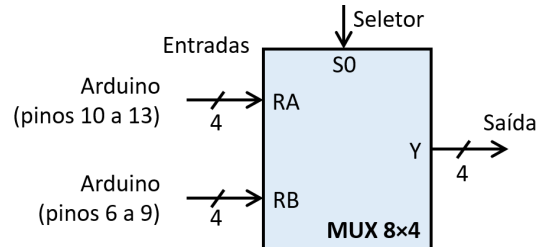
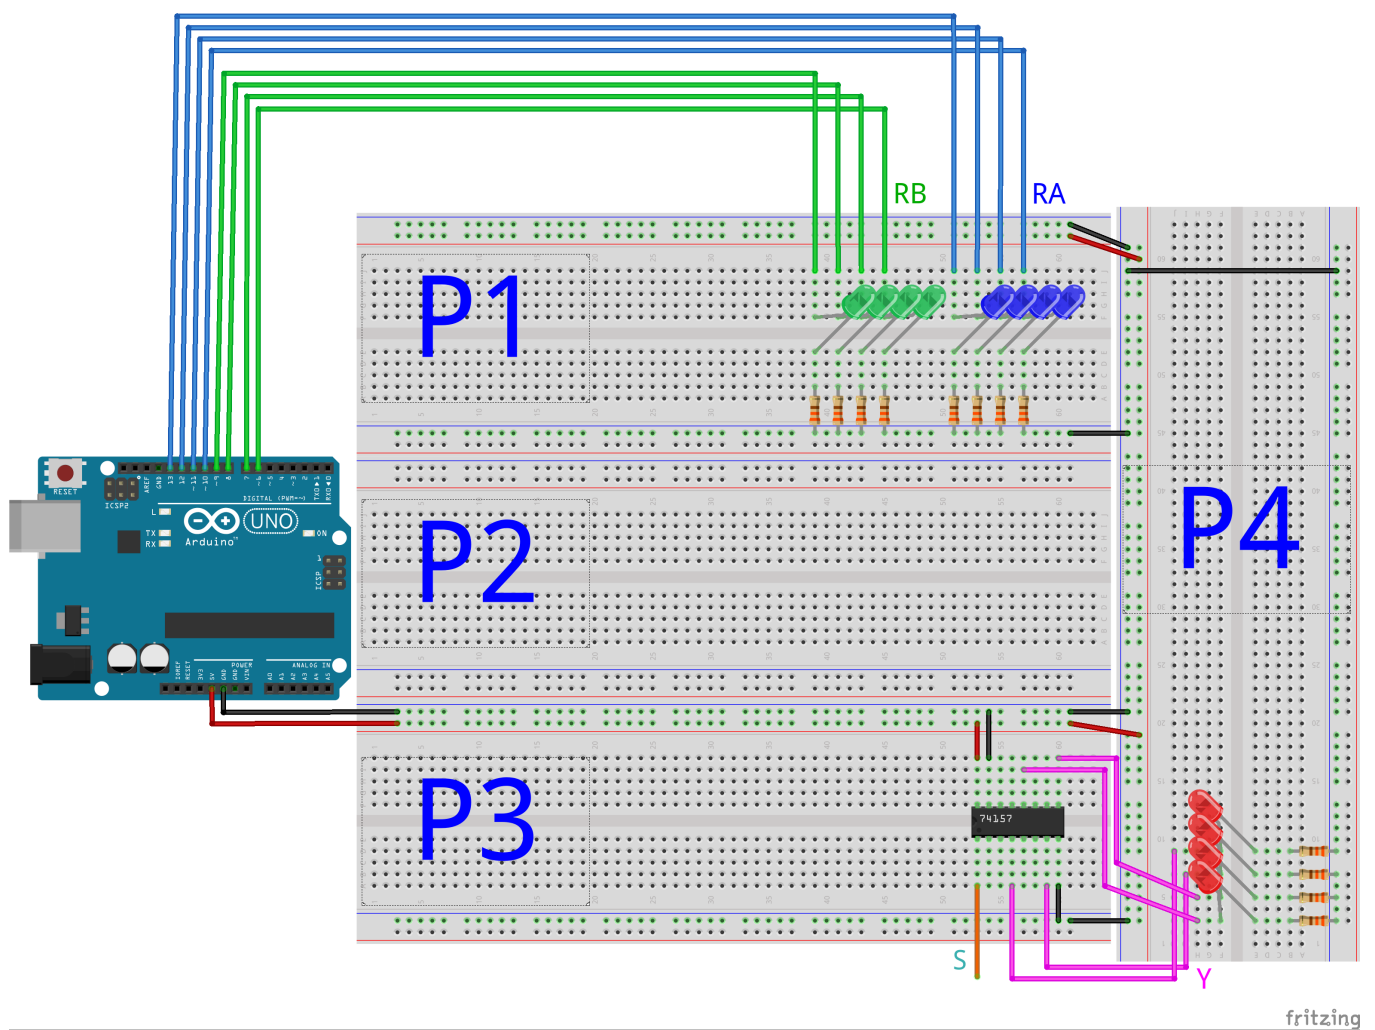

Figura 3: Diagrama lógico do MUX  $8 \times 4$ .
Figura 4: Disposição dos componentes no Experimento 1.
1. Monte o circuito ilustrado na Figura 3 segundo a disposição da Figura 4:
- (a) Siga rigorosamente a disposição sugerida pela Figura 4. A partir desta Atividade Prática, você começará a montar o Processador Básico do Trabalho Final. **Se você dispor os componentes de forma diferente, terá que refazer todas as conexões quando for fazer o Trabalho Final.**
- (a) No MUX 74157, a entrada  $E$  (*enable*), no pino 15, serve para habilitar ( $E = 0$ ) ou desabilitar ( $E = 1$ ) o CI, conforme tabela verdade. Por isso, conecte-a no GND, como mostra a Figura 4.